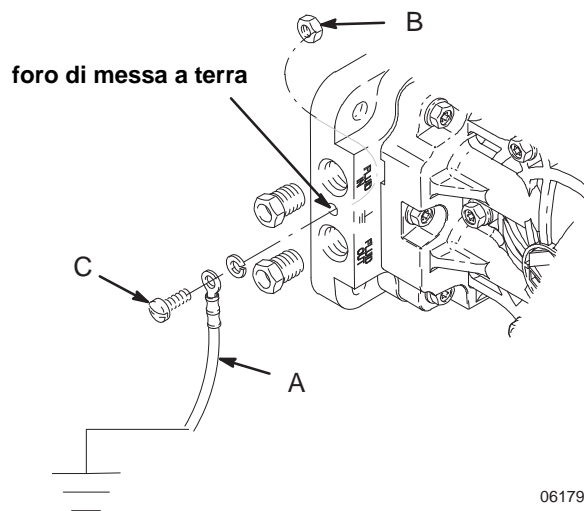

FIG. 1
Le pompe in polipropilene e in PVDF **non** sono conduttive. Quando si pompano fluidi infiammabili conduttivi, accertarsi **sempre** che l'intero circuito del fluido sia messo a terra verificando che sia previsto un percorso elettrico verso una terra efficace. Vedere FIG. 1. **Non usare mai** una pompa in polipropilene o in PVDF con un fluido infiammabile non conduttivo, come indicato dalle normative antincendio. Consultare il fornitore di fluidi per determinare la conduttanza o la resistività del fluido utilizzato.
**Pompa:** Collegare un filo di terra (A) e il morsetto, codice 222011. Vedere FIG. 1. I punti di messa a terra della pompa sono ubicati sul collettore tra gli attacchi di ingresso e uscita. Inserire il dado (B) e la vite (C) in dotazione con la pompa nel seguente modo: